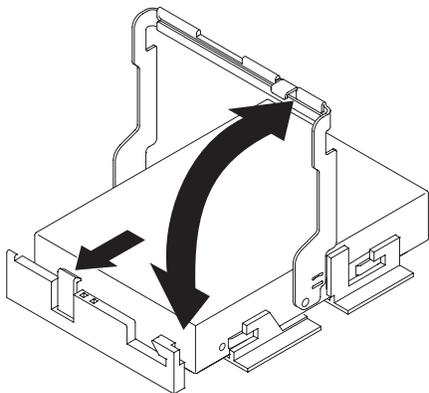

Figura 69. Levantando a alça da unidade
- a. Levante a alça da unidade para a posição vertical, conforme mostrado na Figura 69.